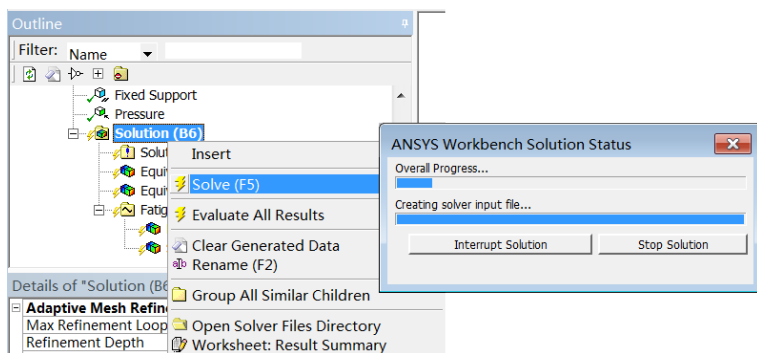

图 6-57 快捷菜单及求解进度条
- 步骤 01** 在 Outline（分析树）中的“Solution（B6）”选项右击，在弹出的快捷菜单中选择 ⚡ “Solve”（求解）命令，如图 6-57 所示，此时会弹出进度显示条，表示正在求解。